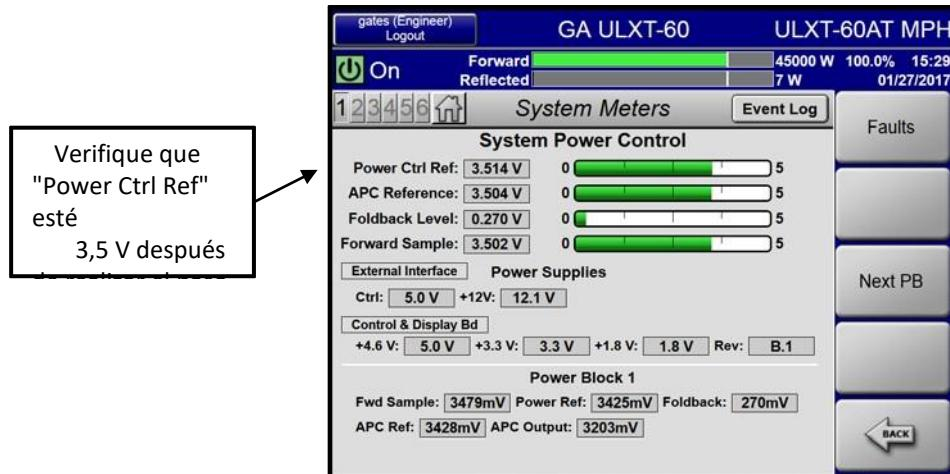

Figura 5-24 Referencia de control de energía del sistema
PASO 3 Verifique en la página SISTEMA GUI> MEDIDORES que la "Ref. De control de energía" en la sección Control de energía del sistema es 3.500 V +/- 0.01V como se muestra en la Figura 5-24. Si no es así, vuelva al paso 2 y vuelva a realizarlo.
- PASO 5** En las páginas GUI OUTPUT> PB1> Gain and Phase, verifique que cada potencia de carga de rechazo (RL) (observe el campo mV, no el campo%) sea inferior a 500 mV. Si los valores para una carga de rechazo son superiores a 500 mV, es necesario ajustar las ganancias y / o la fase de PB para minimizar este valor. Si se realizan ajustes a las ganancias del bloque PA individual, asegúrese de monitorear la lectura actual para cada bloque PA. El ajuste adecuado de estos debe proporcionar una potencia de carga de rechazo mínima con estas corrientes equilibradas. Si estas corrientes están equilibradas y hay un alto nivel de carga de rechazo, será necesario ajustar la fase. Consulte las notas a continuación antes de realizar cualquier ajuste en la página de fase. Consulte también los procedimientos detallados en este manual para ajustar la fase y la ganancia.
*A este nivel de potencia, es posible que los ajustes de fase no funcionen. Si el voltaje de salida APC en los bloques PA está en el límite superior de 4095 este ajuste puede no tener ningún efecto, consulte la Figura 5-24 para la medición. Si hay una gran cantidad de potencia de carga de rechazo a este bajo nivel de potencia, es posible que sea necesario ajustar los cables de transmisión. Si el nivel de carga de rechazo detectado es inferior a 500 mV, continúe con el siguiente paso para aumentar la potencia de salida del transmisor a un nivel más alto. Esto eventualmente reducirá el voltaje de salida APC del bloque PA para que los ajustes de fase puedan usarse para lograr una combinación adecuada.*